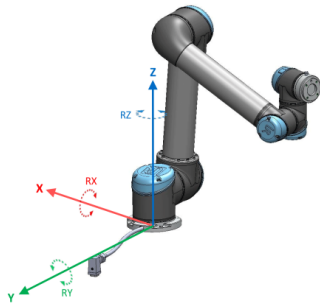

Figure 16.1: 基部のフィーチャー
- 基部フィーチャーは、ロボット基部中心を起点に位置します (図 16.1 参照)